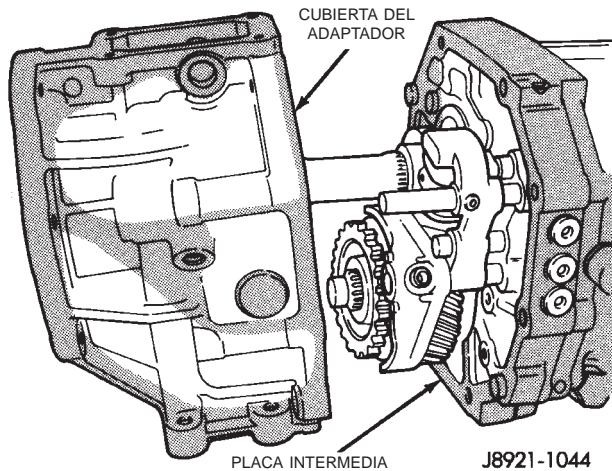

Fig. 38 Instalación de la cubierta del adaptador/retenedor de cojinete trasero—Característico
- (8) Aplique un reborde de 3 a 4,5 mm (1/8 a 3/16 pulg.) de ancho de Threebond® Liquid Gasket TB1281, N/P 83504038, a la superficie de sellado de la cubierta del adaptador/retenedor de cojinete trasero, asegurándose de mantener el reborde de sellante fuera de los orificios de los pernos.
- (9) Instale la cubierta del adaptador o retenedor de cojinete trasero en la placa intermedia (Fig. 38). Apriete los pernos de la cubierta con una torsión de 34 N·m (25 lbs. pie).